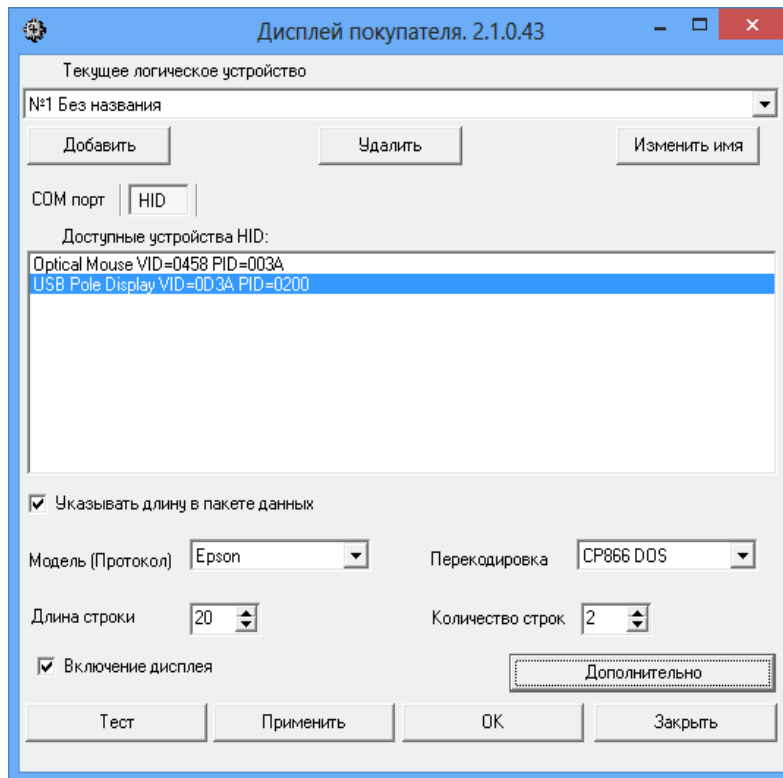

Рис. 21
- В окне рис.21 нажмите кнопку «Тест», кнопку «Применить» далее кнопку «Ok»